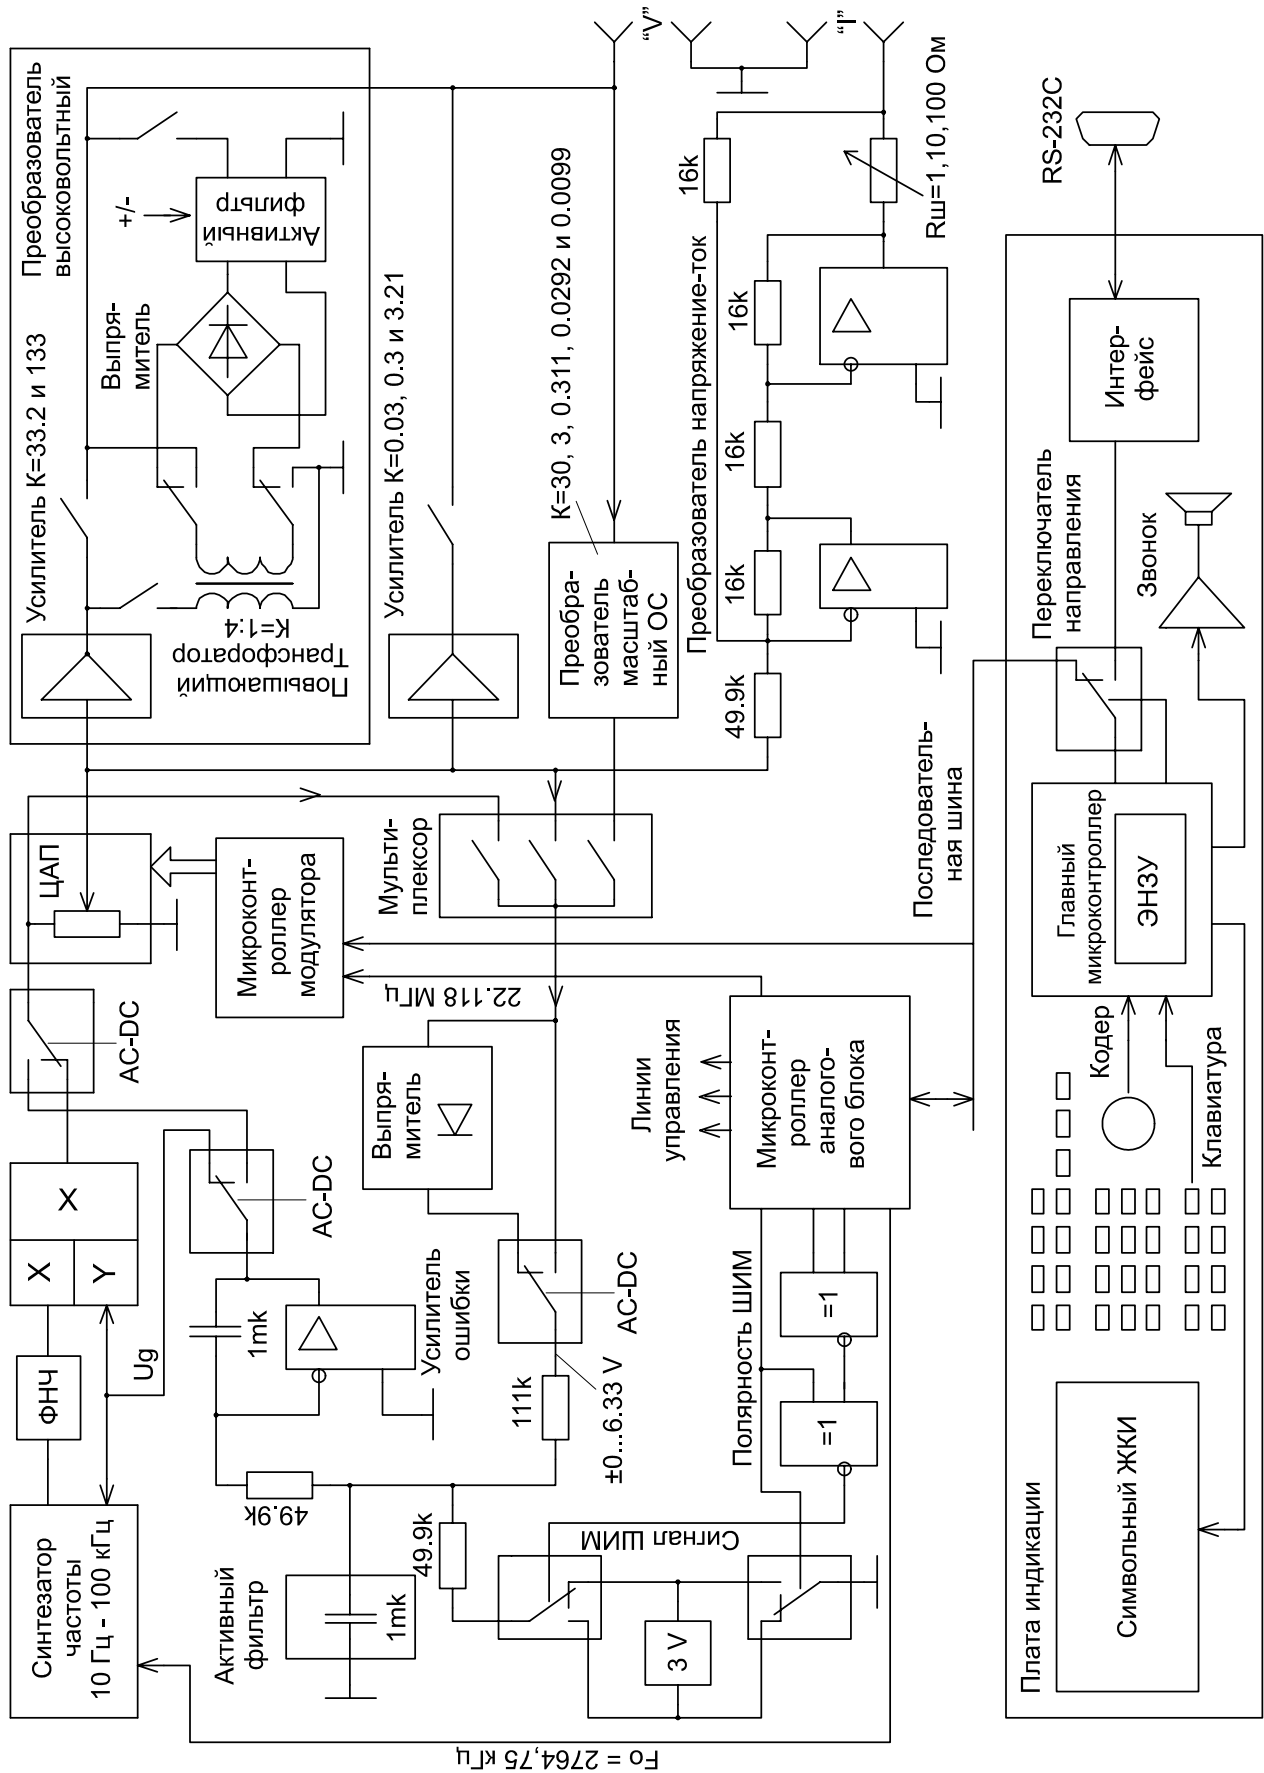

Рисунок 1.1 – Структурная схема калибратора Н4-11/1
1.4.16 Схема прибора (см. рисунок 1.1) построена таким образом, чтобы обеспечить полное электронное управление всеми аналоговыми устройствами калибратора. Реализация измерительных и калибровочных алгоритмов, а также генерация сигналов управления аналоговым блоком, управление индикатором, клавиатурой и интерфейсом RS-232C осуществляется главным микроконтроллером. Ведомые микроконтроллеры (аналогового блока и модулятора) принимают по последовательной шине команды от главного микроконтроллера (ведущего), вычисляют значения управляющих кодов и загружают их в аналоговые узлы.